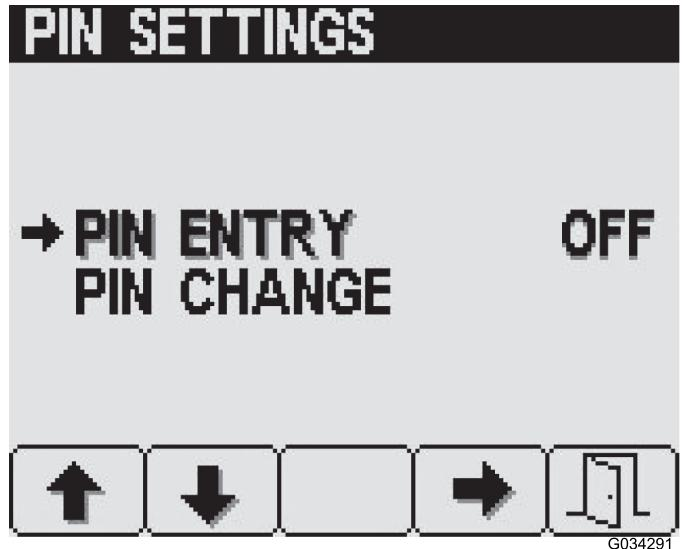

Рисунок 25
1. Нажмите кнопку 1 или 2 для выбора пункта PIN ENTRY (Ввод ПИН-кода) (Рисунок 25).
2. Нажмите кнопку 4 для выбора настроек ВКЛ или ВЫКЛ требования ввода ПИН-кода (Рисунок 25).